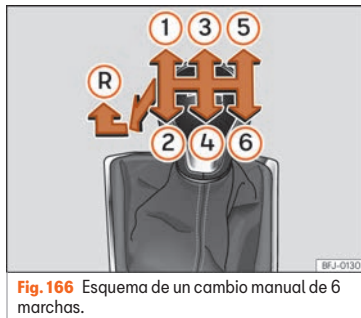

Fig. 166 Esquema de un cambio manual de 6 marchas.
En la palanca de cambios se indican las posiciones de las marchas **»» fig. 166**.
- Con la palanca de cambios en punto muerto, presiónela hacia abajo, muévala a la izquierda hasta el final y después hacia delante para seleccionar la marcha atrás **»» fig. 166 (R)**.